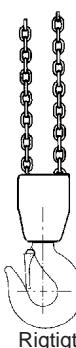

Fig. 3 Kæden må ikke være snoet
- Lastkæden må ikke have kinker eller være snoet. Ved 2- eller flerparts taljebrug er der risiko for, at kæden kan blive snoet, ved at underblokken kommer til at smutte gennem kædesløjfen – typisk ifm. ommontering eller flytning af kædetaljen mellem forskellige arbejdssteder. Se fig. 3.